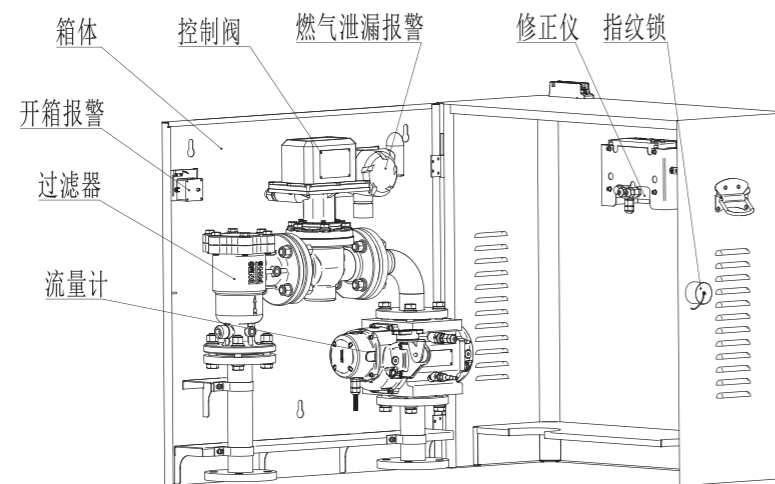
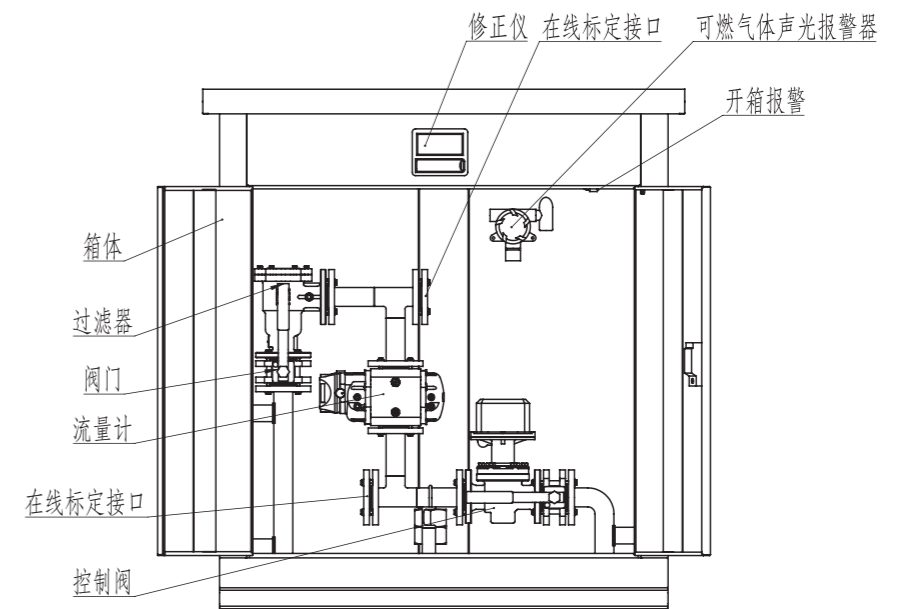

图1 壁挂式结构
图2 落地式结构
3.1 计量箱分两种结构：壁挂式结构（如图1）和落地式结构（如图2）